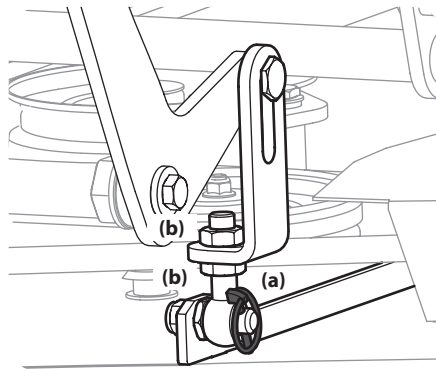

Figure 4-9
- Ajustez le boulon à œil (a) situé sur l'avant gauche du plateau de coupe de coupe de façon à ce que la hauteur entre le sol et l'extrémité extérieure de la lame droite corresponde à la hauteur entre le sol et l'extrémité extérieure de la lame gauche. Pour effectuer cet ajustement, desserrez les contre-écrous (b) du boulon à œil (a). Serrez le contre-écrou supérieur (b) pour relever le plateau de coupe ou desserrez le contre-écrou supérieur (b) pour abaisser le plateau de coupe. La hauteur de l'extrémité avant de la lame droite est fixée par le boulon à œil droit (a); réglez l'extrémité avant de la lame gauche pour faire correspondre la hauteur des deux lames. Voir Figure 4-9.
- Desserrez les contre-écrous (b) situés à l'arrière droit et gauche des boulons à œil (a). Voir Figure 4-9.